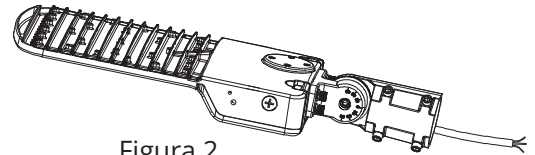

Figura 2
- 3 Fije la mitad del adaptador deslizante del paso 2 a la lámpara con los accesorios suministrados y pase el cable a través de la otra mitad. (Figura 2)
- 4 Atornille el adaptador deslizante y ajuste el ángulo según sea necesario. (Figura 2)